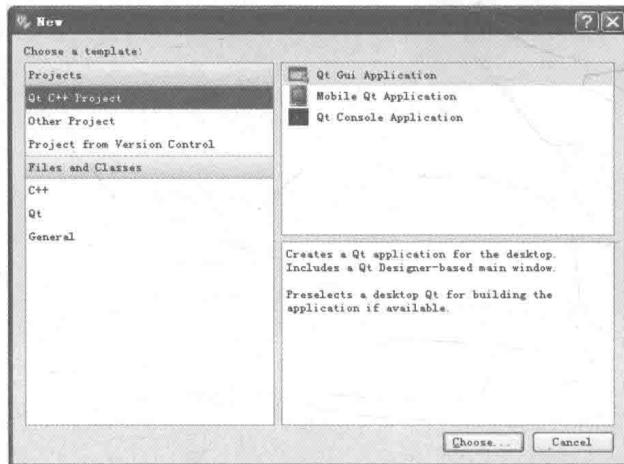
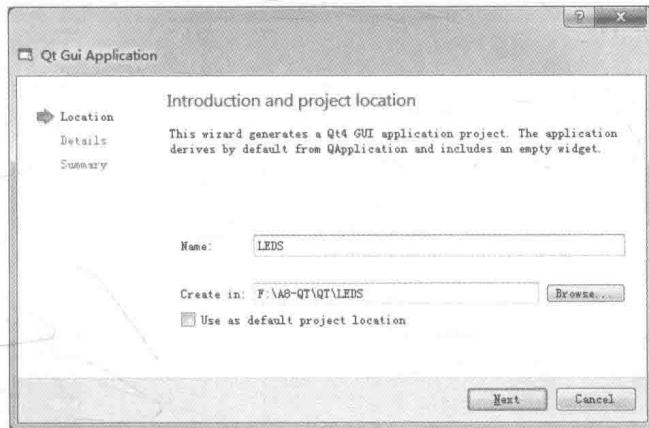

图 13-1 新建 Qt 工程
图 13-2 工程命名
(1) 首先建立一个 Qt Gui 工程文件，如图 13-1 所示；将项目命名为 LEDS，如图 13-2 所示。